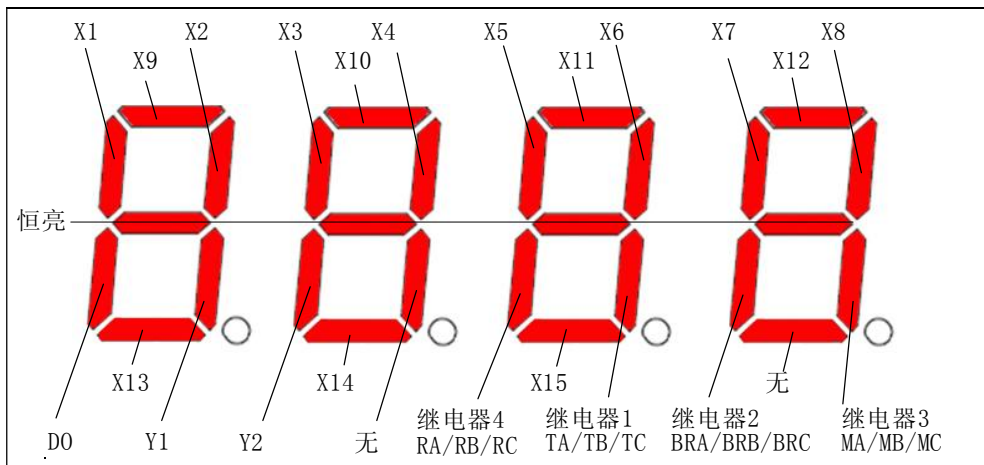

图 5-12-1 端子状态指示
- ◆ 端子状态信息包括多功能端子 X1~X10、双向开路集电极输出端子 D0、Y1、Y2 以及输出继电器 1 和输出继电器 2 的状态, 采用 LED 数码管指定段的亮灭来表明各功能端的状态, 数码管段亮表示相应端子状态为有效状态, 灭则表示相应端子为无效状态, 数码管中有四个常亮的笔段, 方便观察。如图 5-12-1 所示: